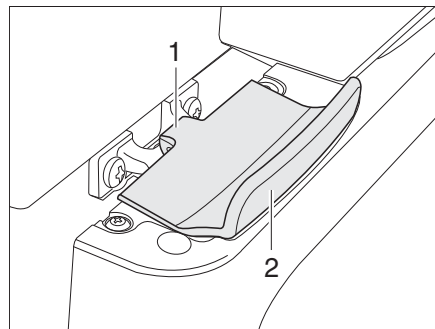

Fig. 277 Bloqueo de la puerta del frigorífico, cerrado (Thetford)
- Abrir la puerta del frigorífico con el tirador (Fig. 277,2). El bloqueo (Fig. 277,1) se abre automáticamente.